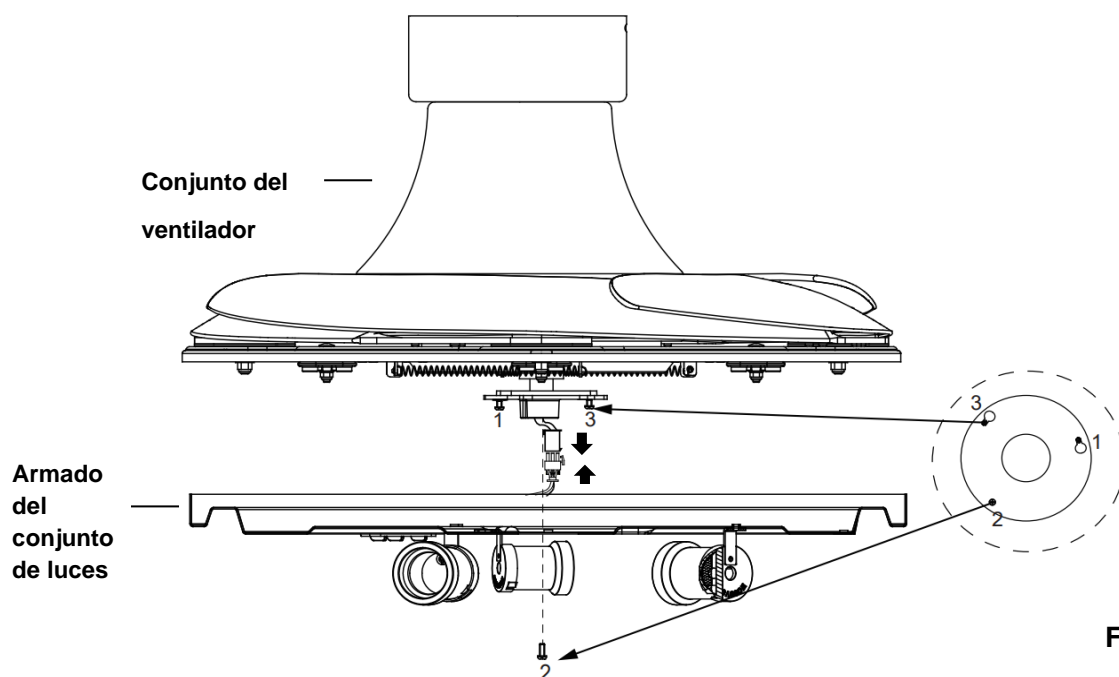

Fig. 9
INSTALACIÓN DEL JUEGO DE LUCES (Fig. 9, 10 y 11)
1. Afloje el tornillo (2) del soporte del ventilador. Alinee los dos tornillos de cabeza ranurada con la ranura (1) y (3) de la placa del juego de luces. (**Fig. 9**)
2. Gire el kit de iluminación en sentido antihorario hasta que los tornillos de cabeza ranurada queden firmes en el extremo de las ranuras (2).
3. Fije el tornillo (2) al soporte del conjunto de luces. Apriete los tres tornillos. No los apriete en exceso.
4. Conecte el conector rápido del conjunto del ventilador al conector rápido del conjunto del juego de luces (Fig. 9).